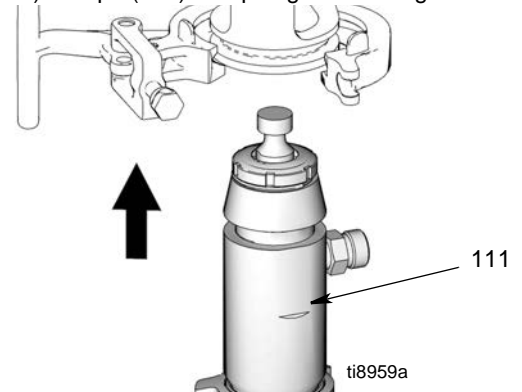

FIG. 21
2. (Abb. 21) Pumpe (111) im Spritzgerät anbringen.